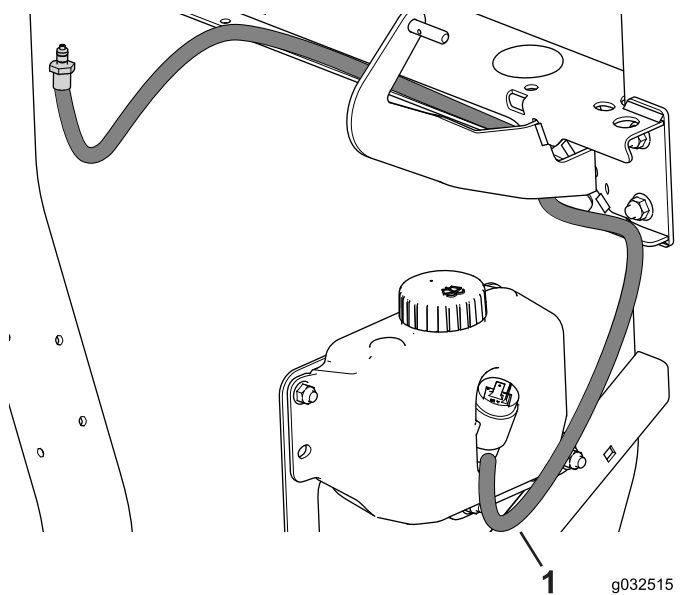

Figura 35
5. Ligue o tubo de lavagem à garrafa lavadora e prenda-o à estrutura com braçadeiras de cabo (Figura 35).